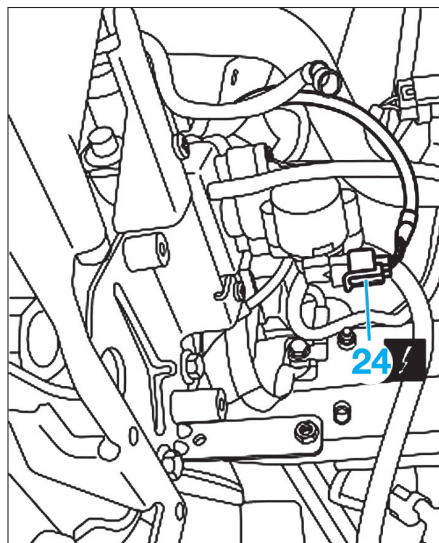

Fig. 54
- Débrancher les connexions électriques (24) du potentiomètre de sélection vitesses (Fig.54).